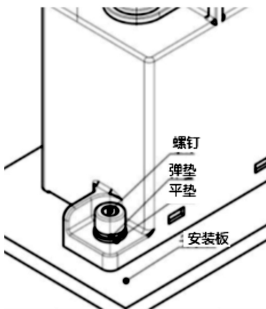
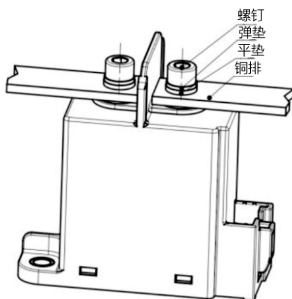

图9 接触器安装要求图
图10 主电路安装要求图
**8.5** 为防止出现松动，接触器请按图 9 安装，主电路请按图 10 安装。